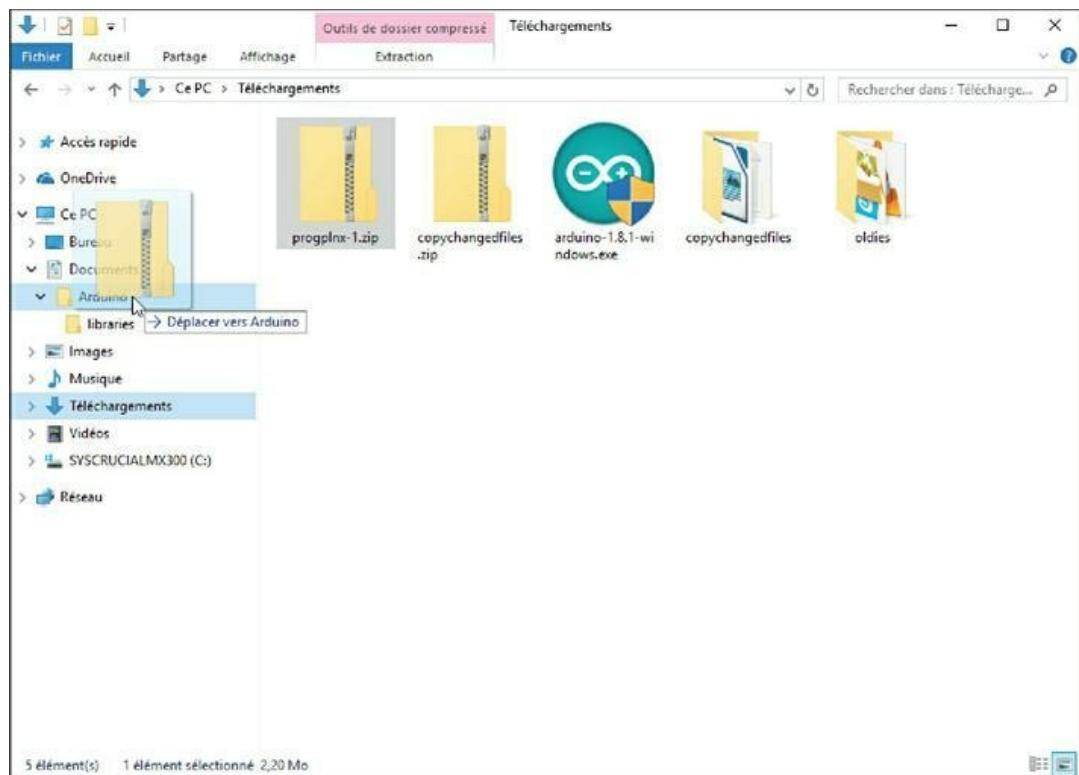

Figure 3.3 : Déplacement des exemples dans le dossier de travail Mes documents/Arduino.
6. Clique du bouton droit dans le nom ou dans l'icône de l'archive pour choisir la commande **Couper**. Nous allons replacer l'archive dans le dossier destinataire. Toujours dans ton navigateur ou Explorateur de fichiers, ouvre le dossier **Documents**. Tu dois voir apparaître un sous-dossier portant le nom **Arduino**, qui a été créé lors de l'installation de l'atelier (Figure 3.3).